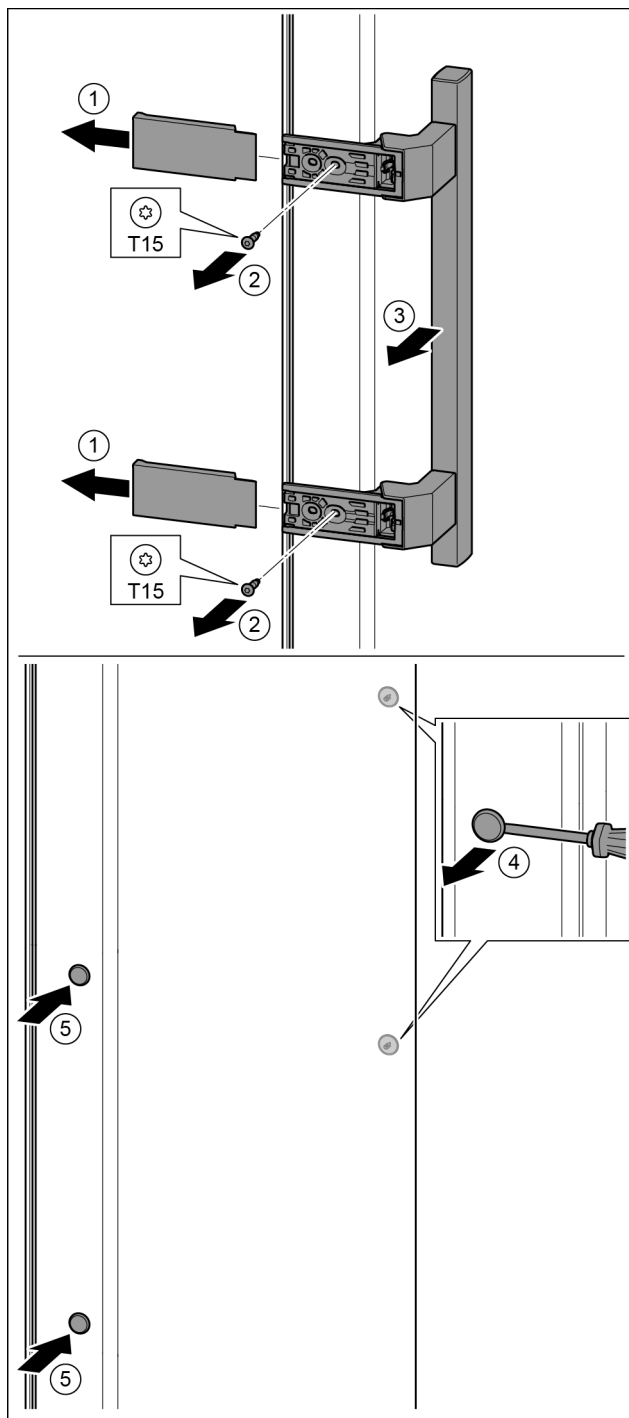

Fig. 20
- ▶ Stáhněte kryt. Fig. 20 (1)
- ▶ Šroubovákem T15 vyšroubujte šrouby. Fig. 20 (2)
- ▶ Sejměte madlo. Fig. 20 (3)
- ▶ Postranní zátku opatrně plochým šroubovákem nadzvedněte a vytáhněte. Fig. 20 (4)
- ▶ Zátku opět vložte na druhé straně. Fig. 20 (5)